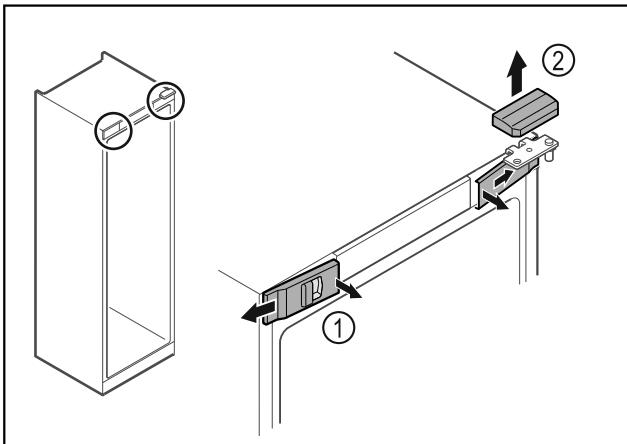

Fig. 16
- Звільніть передні кришки Fig. 16 (1) всередині від фіксатора та поверніть убік.
- Зніміть верхню кришку Fig. 16 (2) вгору.